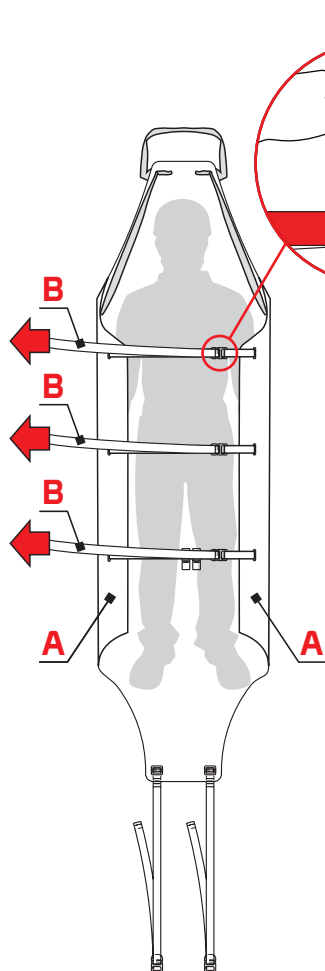

Fig.15
- inserire le fibbie con gancio (I) nelle corrispondenti fettucce con asola (C) e tensionare le fettucce (B) per sollevare le parti laterali del piano di appoggio (A) di quanto necessario a contenere il paziente (fig. 15),